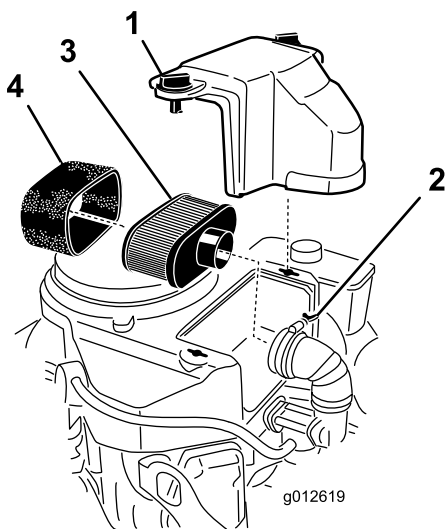

Figure 41
3. Nettoyez la surface autour du filtre à air pour éviter que des impuretés n'endommagent le moteur en tombant à l'intérieur (Figure 41).
4. Desserrez les boutons du couvercle et déposez le couvercle du filtre à air (Figure 41).
5. Desserrez le collier et déposez le filtre à air (Figure 41).
6. Sortez délicatement l'élément en mousse de l'élément en papier (Figure 41).
Remarque: Remplacez-le par un neuf s'il est très encrassé (Figure 41).
1. Glissez délicatement l'élément en mousse sur l'élément en papier (Figure 41).
2. Posez le filtre à air complet sur sa base ou sur le flexible et fixez-le en position (Figure 41).
3. Mettez le couvercle du filtre en place et serrez le bouton (Figure 41).